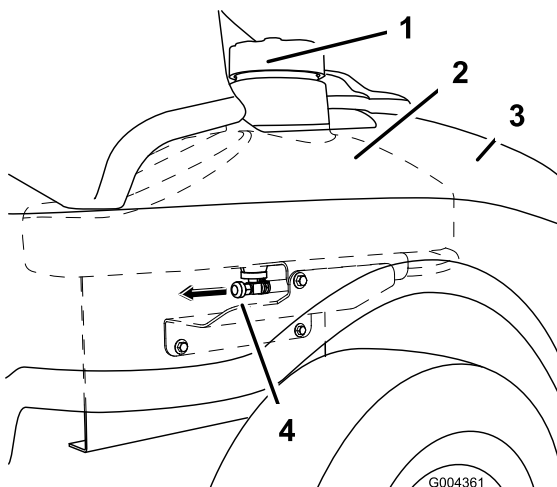

Figura 30
3. Chiudete la valvola di intercettazione del carburante, situata sotto la parte anteriore del serbatoio del carburante (Figura 30).